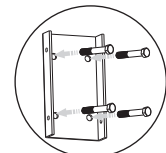
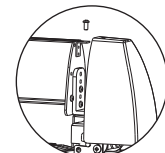
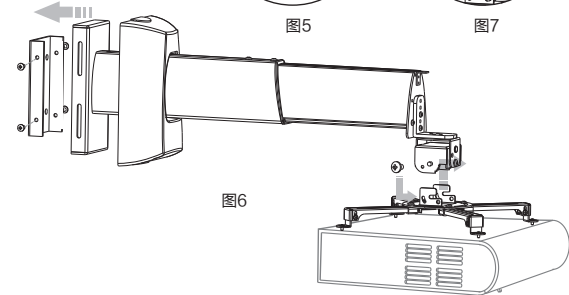

图5
图7
图6
- ② 把墙壁固定件安装到墙壁上(根据墙壁的材质选择配件中的螺丝, 配件7适用于混凝土墙壁, 配件8适用于木板墙壁)如图5。然后, 把支杆总成安装到墙壁固定件上, 以螺丝(配件5)紧固, 再将安装支架(已安装于投影机上)扣在角度调节器的挂扣上, 然后装上(配件④)螺丝, 如图6。把顶盖套入安装前端, 紧固螺丝(配件6), 如图7。